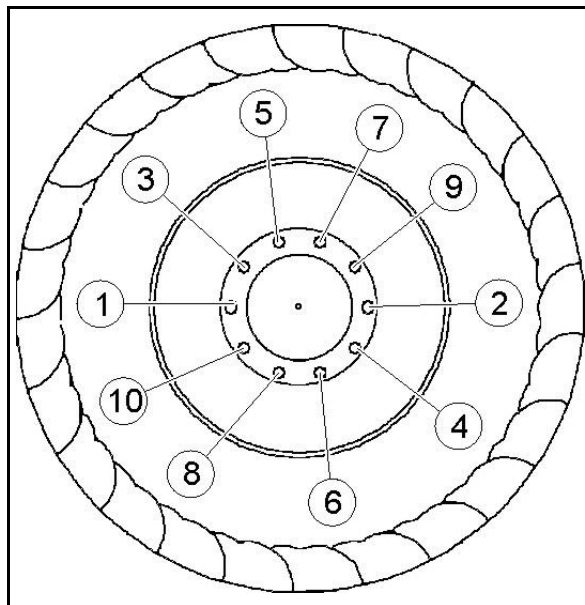

Fig. 101
3. Halten Sie beim Lösen und Anziehen der Radmuttern die in Fig. 101 gezeigte Reihenfolge ein.